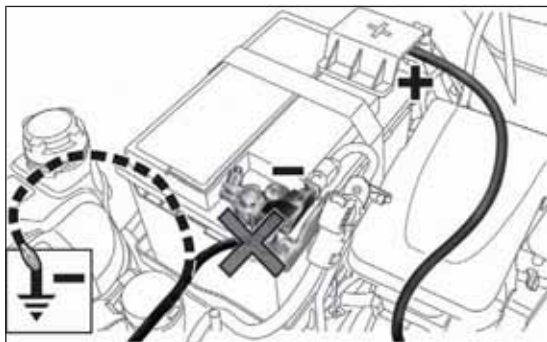

fig. 114
- collega i morsetti positivi (segno + in prossimità del morsetto) fig. 114 delle due batterie con un apposito cavo;